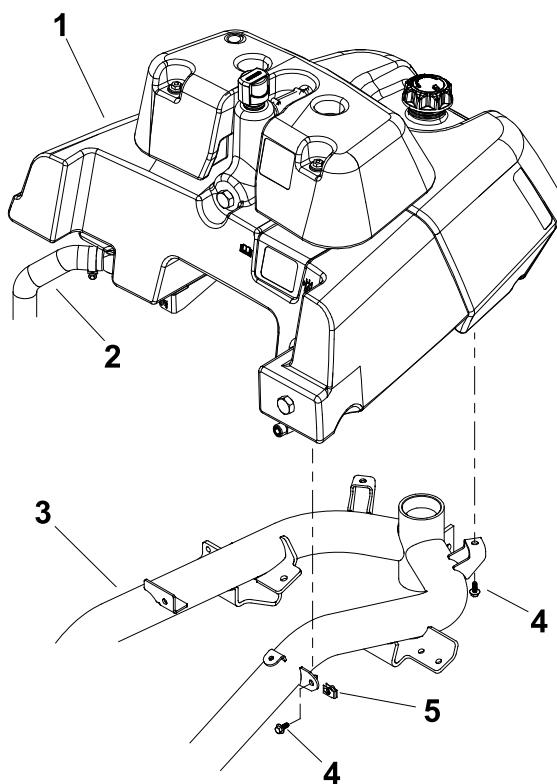

图2
- Greensmaster 3400 或 3420 机器: 图2